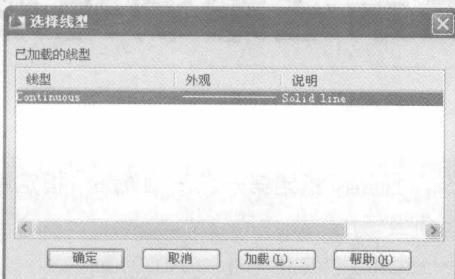
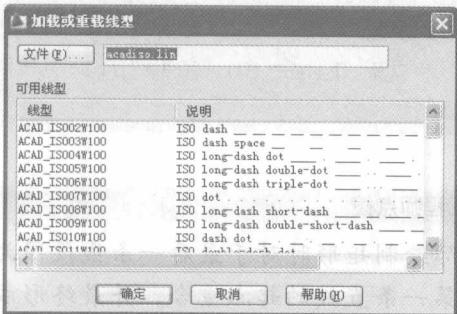

图 3-4 “选择线型”对话框
图 3-5 “加载或重载线型”对话框
Step 04 想要修改图层的颜色、线型和线宽等，需单击对应的图标进入相应的设置对话框。例如需要修改图层的线型，则单击该图层的线型图标 [Continuous]，弹出“选择线型”对话框，如图 3-4 所示，“线型”列表显示默认的线型设置，单击“加载”按钮，弹出“加载或重载线型”对话框，选择合适的线型，如图 3-5 所示。单击“确定”按钮，返回“选择线型”对话框，所选择线型显示在“线型”列表中，选择